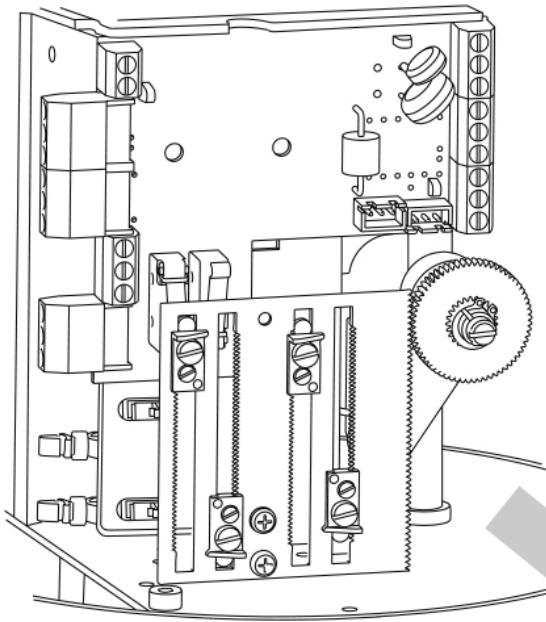

Fig. 19
- Démontez la carte du positionneur (Fig. 19 et 20)